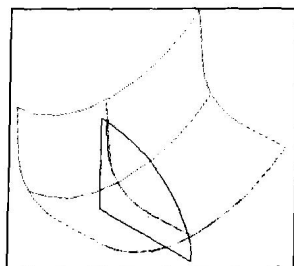

图1-8 生成扫描曲面
17. 选择 **Do it** 命令，结果如图 1-8 所示。